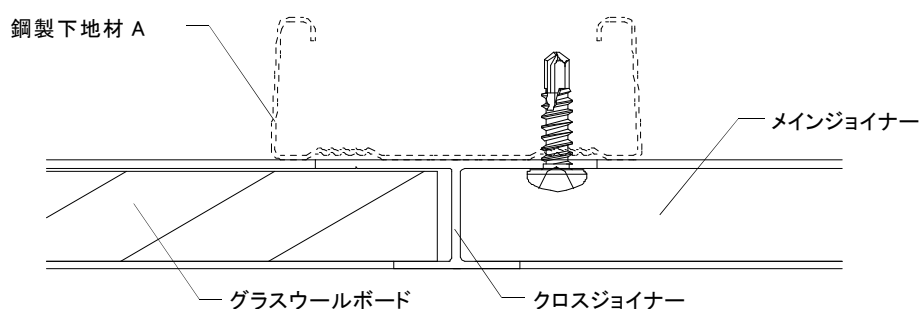

図 2-4-2 クロスジョイナーのビス固定(在来天井工法の場合)
- ※ビスはクロスジョイナーの片側からのみの留付けとする。(図 2-4-2 参照)